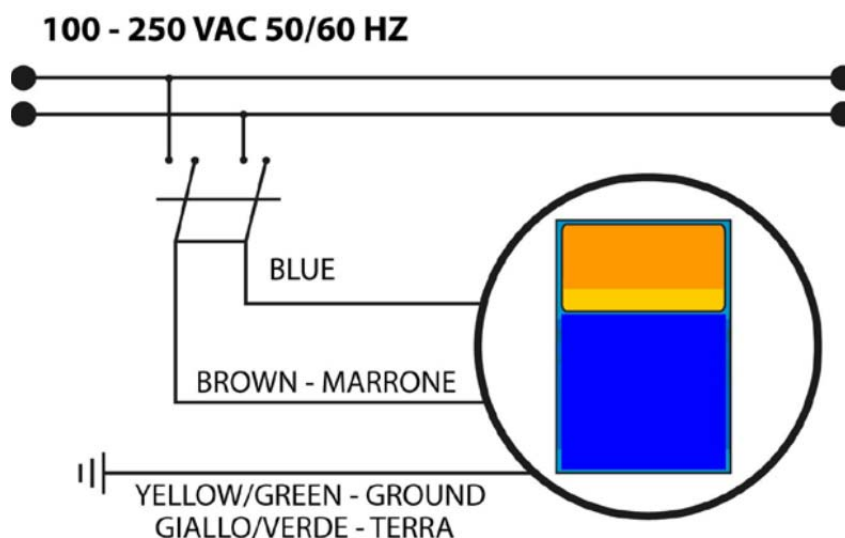

Рис. 2 – Электрические подключения
- Отсоедините пины от сетевой розетки или отключите электропитание двухполюсным выключателем с минимальным расстоянием между контактами 3 мм (Рис. 2)
Внимание! При этом перед проведением каких-либо работ с прибором, убедитесь, что выключатель разомкнут (Рис. 2).